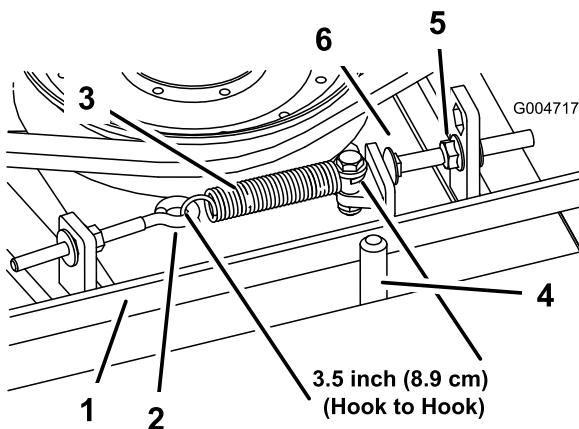

Figura 65
Cuando está correctamente tensado, la longitud del muelle de extensión (entre ganchos) debe ser de $3,50 \pm 0,25$ pulgadas aproximadamente (medida interior). Una vez que haya obtenido la tensión correcta del muelle, ajuste el perno de tope (perno de cuello cuadrado) hasta que quede aproximadamente $0,125 +0,060/-0,000$ pulgadas de holgura entre la cabeza del perno y el brazo tensor (Figura 65).
Nota: Asegúrese de que la correa está colocada en el lado del muelle de la guía de la correa (Figura 65).
2. Afloje el perno de ojal para poder retirar el muelle de extensión (Figura 65).
Desenrosque la tuerca lo suficiente para permitir que el brazo tensor pase por el perno de tope (Figura 65). Aleje la polea tensora de la correa para aliviar la tensión de la correa.
- Vuelva a conectar el muelle de extensión (Figura 65) al perno de ojal y tense la correa de la siguiente manera: